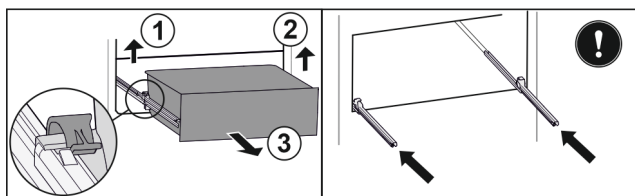

Fig. 111
- Tõstke vasakut klambrit üles ja tõmmake samaaegselt sahtlit vasakult ettepoole. Fig. 111 (1)
- Tõstke paremat klambrit üles ja tõmmake samaaegselt sahtlit paremalt ettepoole. Fig. 111 (2)
- Võtke sahtel ettepoole välja. Fig. 111 (3)